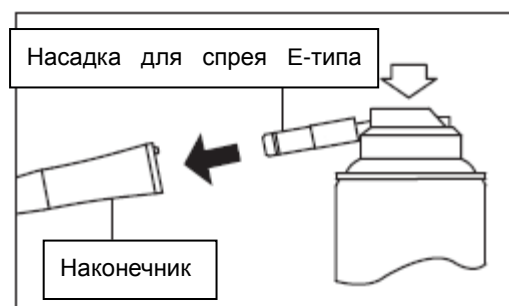

Рис. 5
- 3) Insert the Spray Nozzle in rear of the handpiece. Hold the handpiece and spray for approximately 2-3 seconds. Apply lubricant until it expels from the handpiece head for at least 2 seconds. (Fig.5)
- 3) Вставьте насадку для спрея в заднюю часть наконечника. Крепко удерживайте наконечник при смазке и распыляйте спрей в течение 2-3 секунд, смазывайте, пока масло не будет выступать из выпускного канала головки, минимум 2 секунды (Рис. 5).
- 3) Lubricate handpiece by using NSK PANA SPRAY Plus (Fig.5) or Care3 Plus.
- 3) Смажьте наконечник с применением спрея PANA SPRAY Plus (Рис. 5) или прибора Care3 Plus.